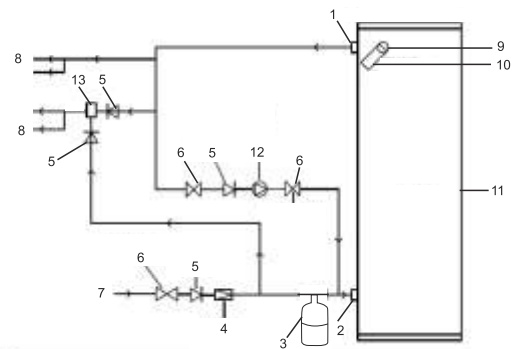

Рис. 5
- При установке водонагревателя, если расстояние между водонагревателем и потребителями является значительным, может быть использована схема подключения к водопроводной магистрали с рециркуляцией воды и контролем температуры, что позволит свести к минимуму время ожидания для доставки горячей воды (см. рис. 5).